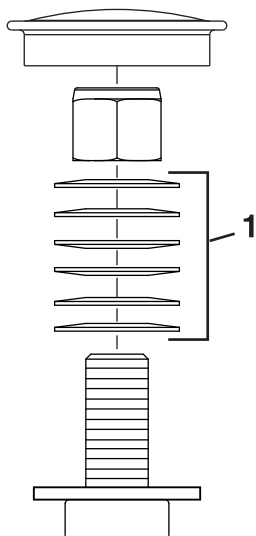

Figura 50
3. Retire o tampão antipoeira da roda e aperte a porca de bloqueio (Figura 50).
4. Aperte a porca de bloqueio até que as anilhas de mola estejam planas e, em seguida, recue 1/4 de volta para aplicar devidamente a pré-carga nos rolamentos (Figura 50).
Importante: Certifique-se de que as anilhas de mola estão corretamente montadas como se mostra na Figura 50.
5. Instale o tampão antipoeira (Figura 50).